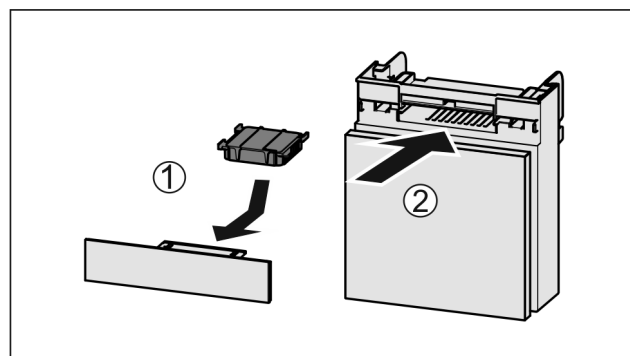

Fig. 34
- ▶ Sett inn *Fig. 34 (1)* aktivkullfilteret etter figuren.
- ▶ Skyv inn *Fig. 34 (2)* hyllen.